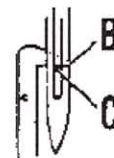

Abb. 9
❶ Einstellung der Nadelstange
- >> Nadelstangenschutz entfernen. Das Antriebsrad der Maschine in Drehrichtung drehen, bis der Greifer sich ungefähr in der in Abb. 9 gezeigten Stellung befindet und sich die Nadel dabei im Aufwärtshub befindet.
- >> Die Klemmschraube an der Nadelstangenklammer etwas lockern. Die Nadelstange senken oder heben und/oder das Antriebsrad drehen, bis die Greiferspitze mit dem oberen Teil des Nadelohrs fluchtet (s. Abb. 9)